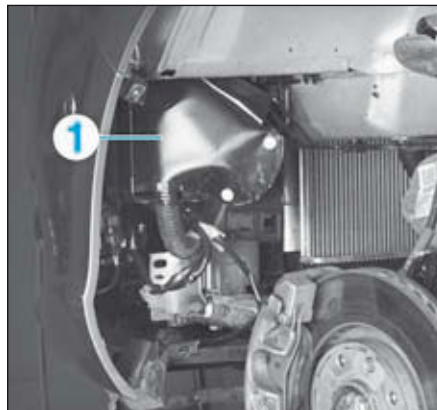

FIG.51
- Déposer la housse de protection du bloc-hydraulique (1) (Fig.51).